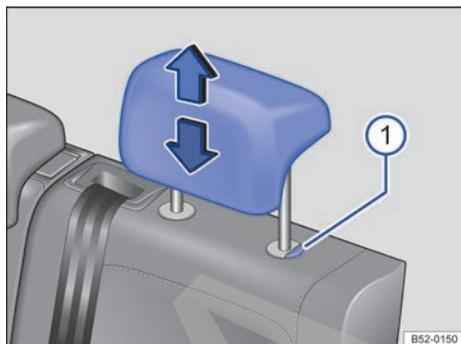

Fig. 65 Apoyacabezas trasero: ajustar.
- Mover el apoyacabezas hacia arriba o hacia abajo, en el sentido de la flecha, presionando el botón → fig. 65 ⓘ. → ⚠ en *Introducción al tema* de la pág. 79